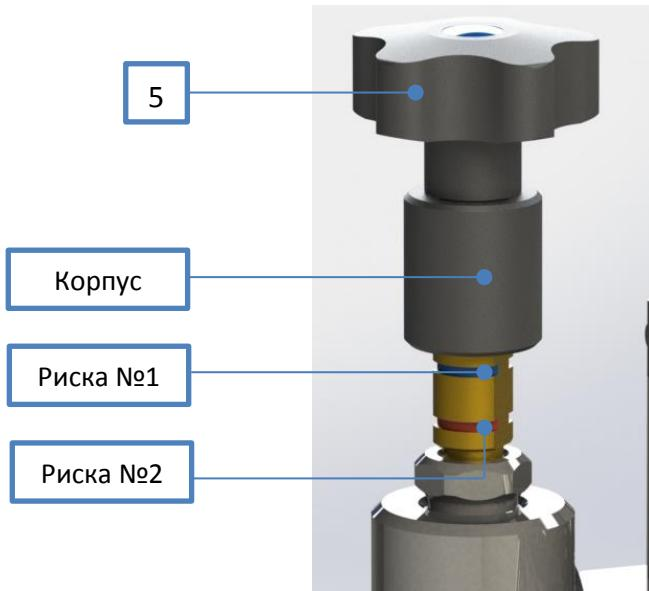

Рисунок 2 – Клапан отсечной
- перевести отсечной клапан (поз. 5) в режим создания давления, путем вращения маховика клапана по часовой стрелке до тех пор, пока не совместиться край корпуса маховика с первой риской №1 (рис. 2).
Перевести отсечной клапан (поз. 5) в режим создания давления, путем вращения маховика клапана по часовой стрелке до тех пор, пока не совместится край корпуса маховика с первой риской №1 (рис. 2). Предварительное создание давления в системе осуществляется с помощью поступательных движений рукояткой (поз. 6) насосного блока (поз. 2) и вращения рукоятки (поз. 10) маховика клапана создания давления (поз. 11). По часовой стрелке – давление повышается, против часовой стрелки – давление понижается. Точное создание давление осуществляется отсечным клапаном в диапазоне движений корпуса маховика до риски №1. Положение корпуса маховика выше риски №1 соответствует сбросу давления. При необходимости отсечения насосного блока от рабочей полости приборов, сместите корпуса маховика до риски №2. Положение корпуса маховика ниже риски №2 соответствует режиму работы системы без насосного блока. Данный режим необходим при давлении менее 10 МПа при наличии в рабочей среде загрязнений и
Режим работы системы при давлении **более 70 МПа** обусловлен повышенным износом клапанного блока. При давлениях **выше 70 МПа** необходимо отсекать насосный блок от повышенного давления путем вращения маховика отсечного клапана (поз. 5) по часовой стрелке до тех пор, пока не совместиться край корпуса маховика с риской №2 (рис. 2).